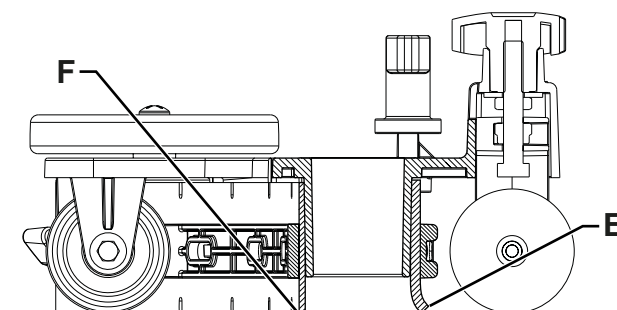

Рис. 3
1. Установите швабру (А, Рис. 3) и закрепите ее на скобах (С) при помощи маховиков (В).
2. При необходимости отрегулируйте швабру с помощью кнопки (D), чтобы задний (Е) и передний скребки (F) касались пола как изображено на рисунке.